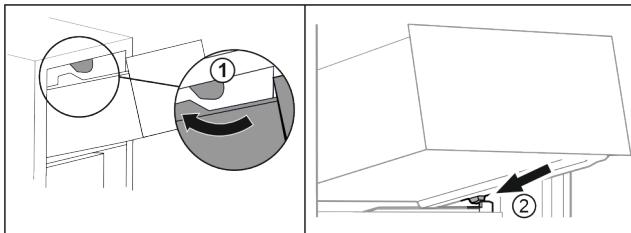

Fig. 98
- ▶ Umetnite ladicu oko gornjih zaustavljača. Fig. 98 (1)
- ▶ Stavite ladicu ukoso iza donjih zaustavljača na žlijeb spremnika. Fig. 98 (2)